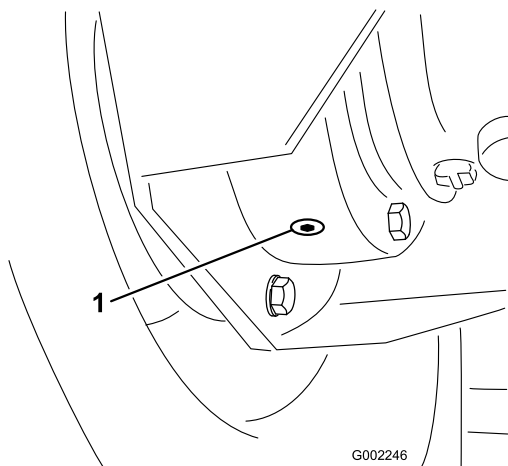

図 47
4. 内側のドレン・プラグの下に容器を置き、このプラグを外す (図 47)。